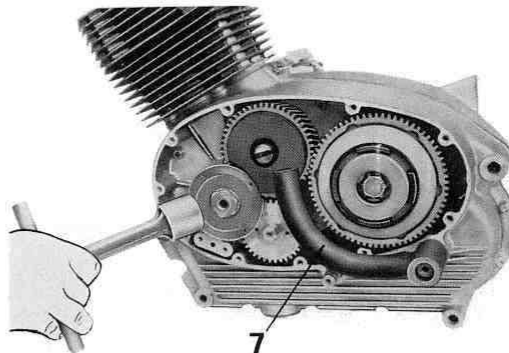

Fig. 15
- il dado tenuta flangia filtro centrifugo e pignone motore dopo aver posto l'attrezzo di tenuta ingranaggio distribuzione n. 55912925 (7 di fig. 15) indi sfilare flangia e pignone motore;